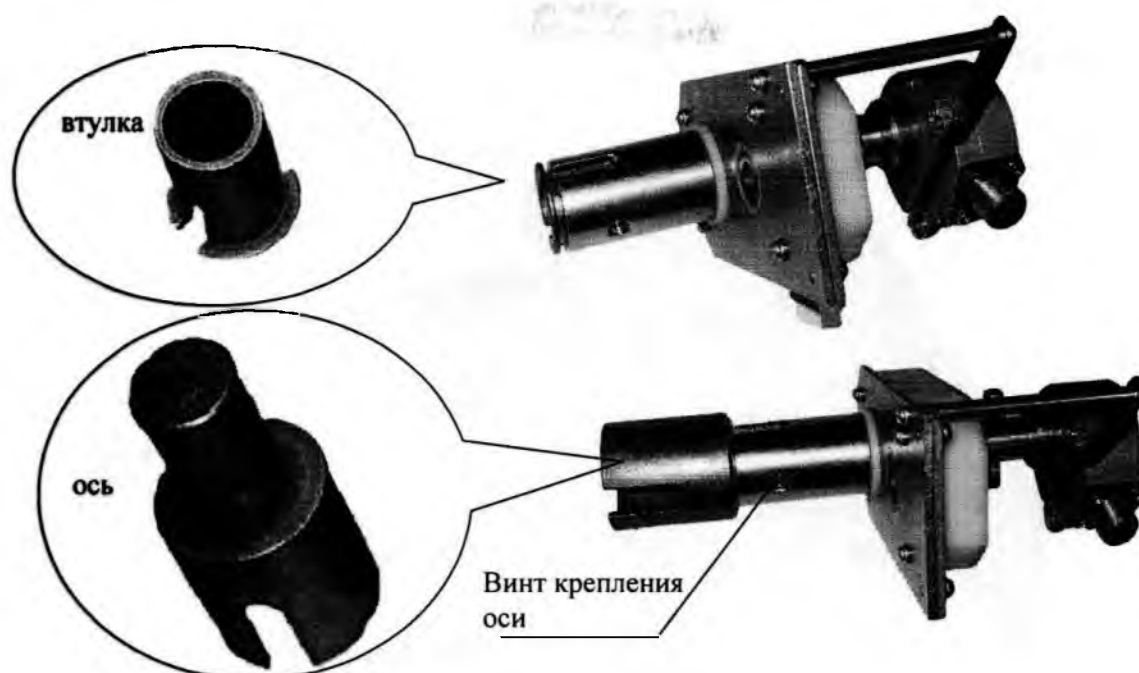

Рис.11.3. Установка втулок на УС-1
з) при несовпадении указанных в пункте е) диаметров перед установкой УС-1 на вал привода устройства РПН установить на ось УС-1 одну из осей или втулку ($D=20\text{мм}$) из комплекта прибора и закрепить её винтом (рис.11.3);
- з) при несовпадении указанных в пункте е) диаметров перед установкой УС-1 на вал привода устройства РПН установить на ось УС-1 одну из осей или втулку ($D=20\text{мм}$) из комплекта прибора и закрепить её винтом (рис.11.3);